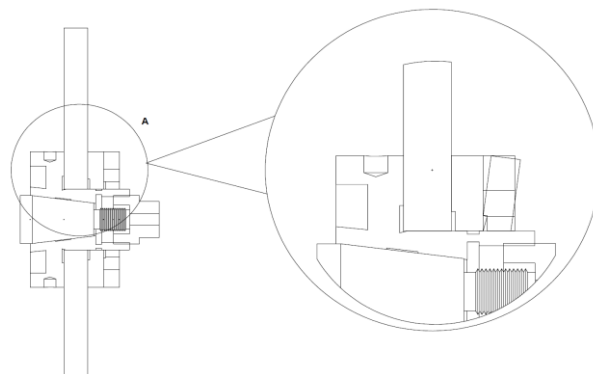

Рис.6.13.11
1. Не устанавливайте фланец неправильным способом Рис.6.13.11.